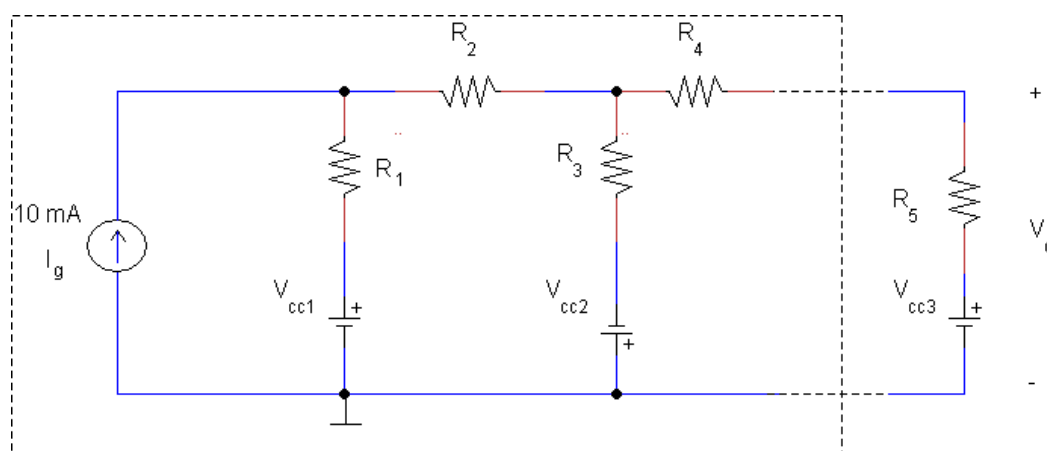

Figura P1: V_{cc2} está conectada con el positivo en tierra, lo cual es equivalente a coger una tensión de -5 V .
1. Dado el circuito de la Figura P1, con $V_{cc1} = 15\text{ V}$, $V_{cc2} = V_{cc3} = 5\text{ V}$, $R_1 = R_3 = R_4 = 1\text{ k}\Omega$, $R_2 = 100\ \Omega$ y $R_5 = 5,6\text{ k}\Omega$ se pide:
- a) Usando el equivalente de Thévenin del circuito de la Figura P1 marcado con el recuadro de líneas discontinuas, calculad la tensión de salida V_o de este circuito.
Resolución PRÁCTICA: Medida de resistencia equivalente del circuito de la Figura P1 marcado con el recuadro de líneas discontinuas. Proceder tal y cómo se explica a continuación:
- e) Montar el circuito que aparece en el recuadro de la Figura P1 sustituyendo las fuentes de corriente por un abierto y las de tensión por un cortocircuito y medir la resistencia equivalente de Thévenin. Comparar el resultado con aquel que habíamos obtenido a la apartado d).